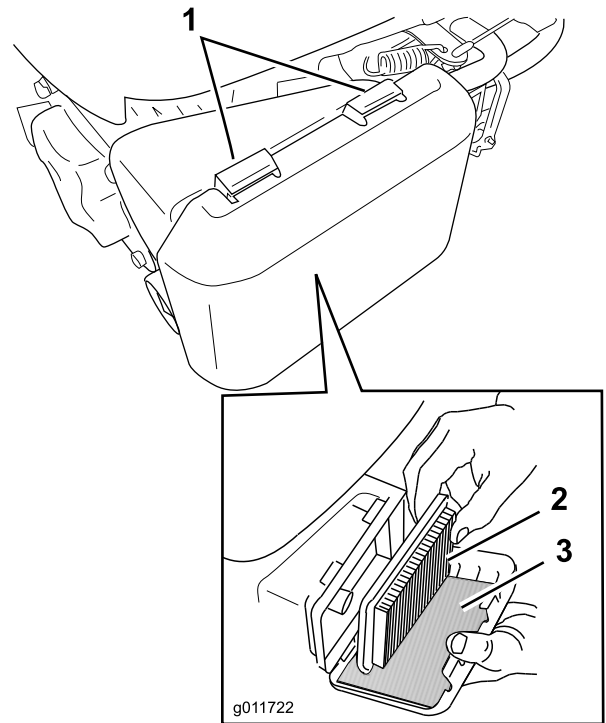

Figura 38
1. Presione hacia abajo los cierres de la parte superior de la tapa del limpiador de aire (Figura 38).
3. Retire el filtro de aire de papel y el pre-filtro de gomaespuma (Figura 38).